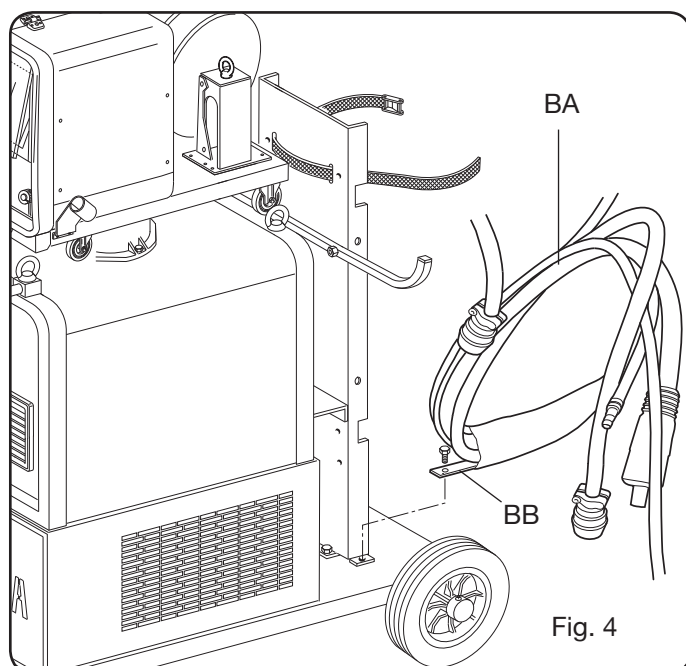

Fig. 4
- Blockera anslutningens ena ände **BA** och fäst spetsen **BB** vid maskinbotten såsom visas i Fig. 4.